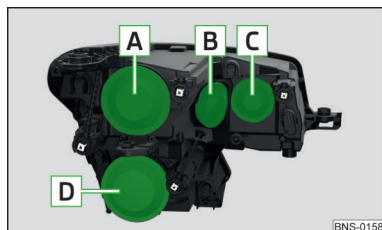

Fig. 367
Emplacement des ampoules » fig. 367
- Retirer le cache **C** » fig. 367 à la page 324.
- Replacer le cache **C** » fig. 367 à la page 324.
- Retirer le recouvrement **B** » fig. 367 à la page 324.
- Remplacer le recouvrement **B** » fig. 367 à la page 324.
- Retirez le recouvrement **A** » fig. 367 à la page 324.
- Remplacez le recouvrement **A** » fig. 367 à la page 324.
- Retirer le cache **D** » fig. 367 à la page 324.
Replacer le cache **D** » fig. 367 à la page 324.